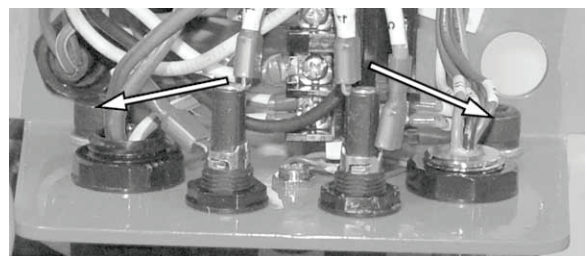

Abbildung 29.
6. Siehe Abbildung 29. Stromkabel bitte nicht beschädigen. Die beiden Schrauben der elektrischen Klammer entfernen.